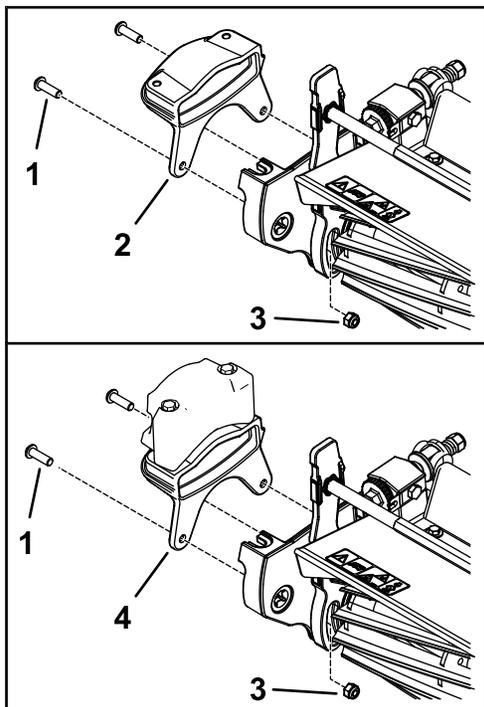

図 10
1. 新しいウェイトをカッティングユニットの側面に固定するボルト5/16"2本と、ナット5/16"2個を使用して図 10のように取り付ける。
4. リールシャフトにグルーマ駆動ボックスを取り付ける 図 10。